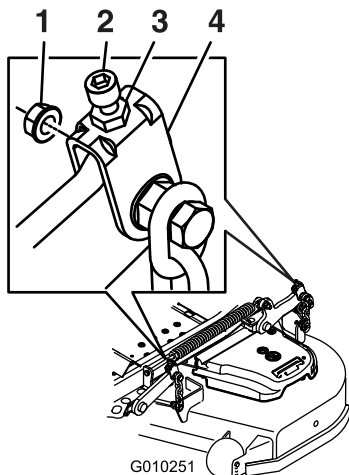

Figure 89
Remarque: Ajustez précisément la vis de réglage en la tournant jusqu'à obtention d'une hauteur de 7,6 mm (3 po) (voir Figure 89).
16. Ajustez précisément la vis de réglage en la tournant jusqu'à obtention d'une hauteur de 8,3 mm (3-1/4 po) (Figure 89).